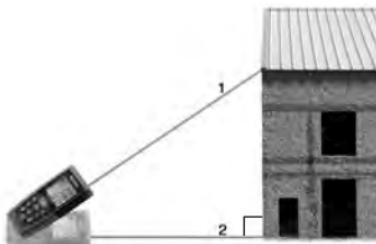

Figura 7 – Medición indirecta utilizando dos puntos
Las mediciones indirectas son menos precisas que las directas. Para una mayor precisión con la fórmula indirecta, mantenga el micro-LM 100 en la misma ubicación (sólo cambie el ángulo) para todas las mediciones (líneas 1 y 2 en la Figura 7). Asegure que al medir el lado "medible" del triángulo (línea 2 paralela al suelo en la Figura 7), el rayo láser permanezca perpendicular (en ángulo recto) a la pared.
- Presione el botón de encendido/Medición para encender el rayo láser, apunte el láser al punto superior (1) (Figura 7) y gatille la medición. En pantalla, en la primera línea, aparecerá esta primera medida obtenida.
- Presione el botón de encendido/Medición para encender el rayo láser y sitúe el instrumento lo más perpendicular que pueda (en ángulo recto) al punto (2) o base de la pared. Oprima el botón de encendido/Medición de nuevo para obtener la lectura de esta segunda medición, es decir, de la línea horizontal entre el instrumento y la base de la pared (2). La medición aparecerá en la segunda línea.